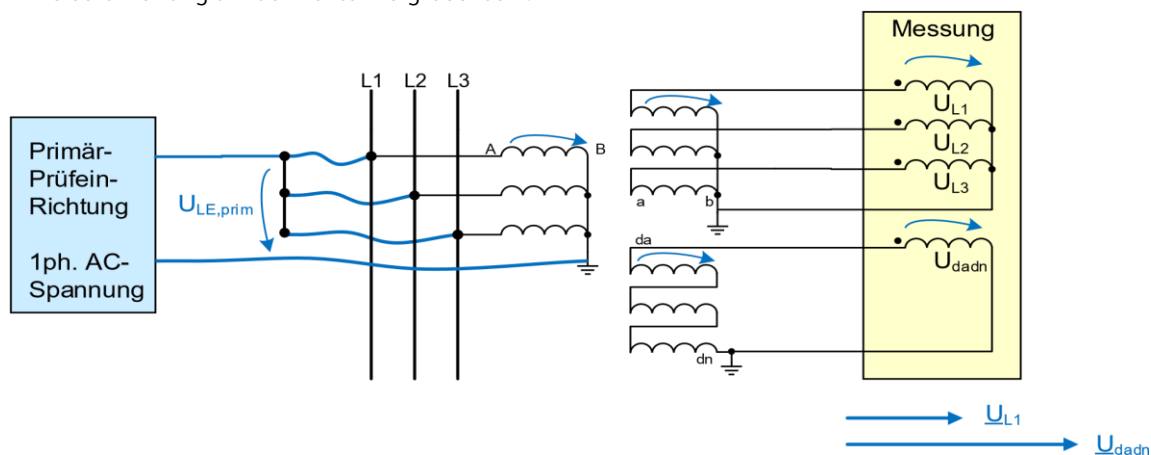

Abbildung 13: Prüfung Spannungswandler
- Die Primärprüfung kann mit einer 1-phasigen Prüfeinrichtung durchgeführt werden. Die Prüfschaltung zeigt Abbildung 13. Wird als Prüfspannung die Leiter-Erde-Nennspannung ( $U_{LE}/\sqrt{3}$ ) eingespeist, dann misst man an der offenen Dreieckswicklung die sekundäre Nennspannung (typisch 100 V). Bei kleineren Prüfspannungen muss entsprechend dem Übersetzungsverhältnis umgerechnet werden.
Zur Kontrolle der richtigen Klemmenanschlüsse erfolgt auf der Sekundärseite die Auswertung der Zeigergrößen. Da in alle 3 Leiter eine gleichphasige Einspeisung erfolgt, müssen, bei korrektem Einbau und Verdrahtung, die Leiter-Erde-Spannungen und die Spannung an der offenen Dreieckswicklung in Phase liegen. In Abbildung 13 sind für den Leiter L1 die Spannungsabfälle dargestellt. Spannungen werden über den Spannungswandler gleichphasig übertragen.
Die Primärprüfung ist mit obiger Prüfung nach Abbildung 13 identisch. Hier ist die offene Dreieckswicklung die Referenzgröße. Als Vorbereitung ist die phasenrichtige Verdrahtung der Leiter zu überprüfen. Hierfür wird zyklisch die Leiter-Erde-Spannung einspeist und der sekundäre Spannungswert überprüft. Damit wird gleichzeitig das Übersetzungsverhältnis kontrolliert.